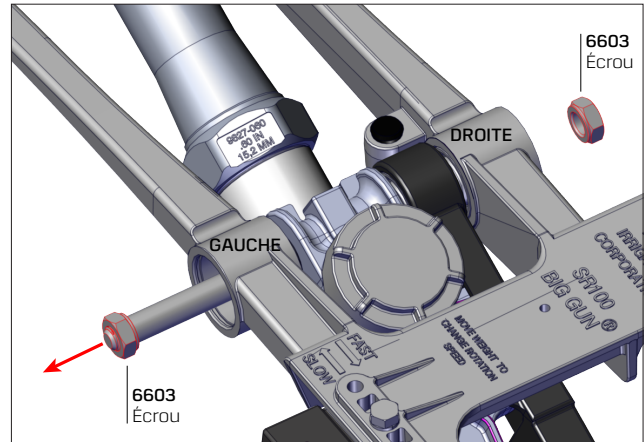

Fig. 2.
- la droite vers la gauche jusqu'à ce qu'il puisse être saisi par l'écrou, puis retirez complètement l'arbre du moyeu de palier du bras d'entraînement. (Voir la Fig. 2).